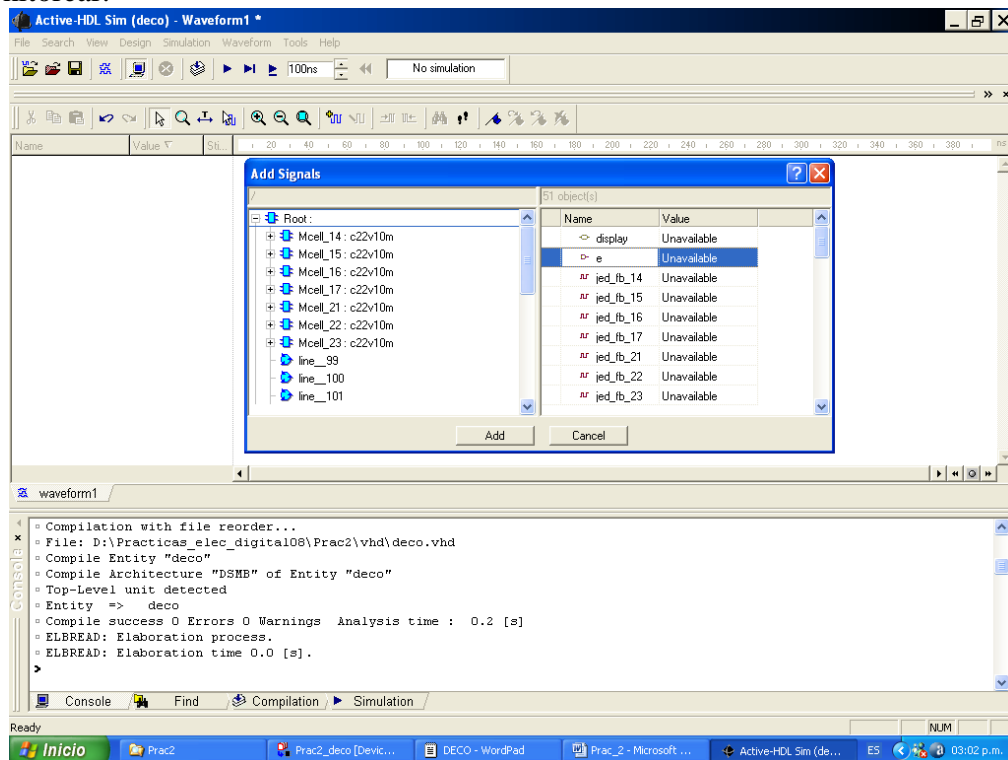

Figura 7. Ventana que muestra las señales a monitorear en la simulación.
10. Al hacer el paso anterior se abre una nueva ventana, como se muestra en la figura 7, y se seleccionan las señales a monitorear.